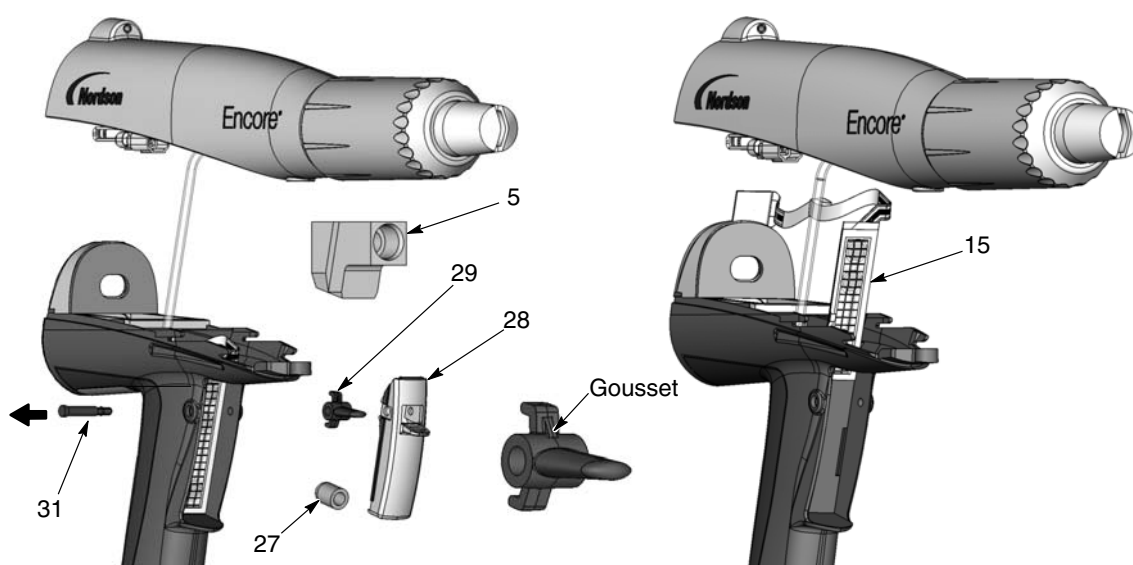

Figure 6-8 Remplacement du commutateur de gâchette
1. Voir la figure 6-8. Orienter le commutateur neuf (15) avec la grille dirigée vers l'avant du pistolet, puis faire passer doucement l'extrémité inférieure carrée du commutateur à travers la fente dans la poignée.
4. Monter gâchette de purge (29) dans la gâchette de pulvérisation (28) avec le gousset dirigé vers le haut comme illustré. **Ne pas monter la gâchette de purge à l'envers.**
5. Positionner les gâchettes dans la poignée et les maintenir en place tout en enfonçant la goupille (31) à travers la poignée et les gâchettes jusqu'à ce que la tête de la goupille soit à fleur de la poignée. La goupille s'enclenche à sa place si elle est bien posée.